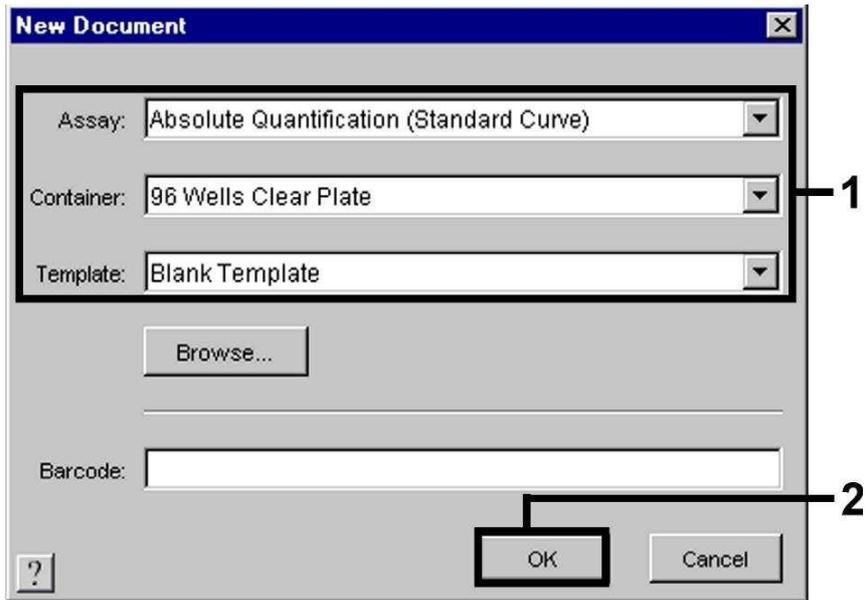

Fig. 16: Preimpostazioni per la creazione di una nuova corsa di PCR (*New Document*).
Selezionare in *ABI PRISM 7900HT SDS* la voce di menu *New* in *File* ed inserire per il nuovo documento le seguenti impostazioni di base (vedi Fig. 16). Un template precedentemente salvato (*ABI PRISM SDS Template Document [*sdt]*) è a disposizione nella lista *Template* oppure selezionandolo con la funzione *Browse* (vedi **8.5.3.5 Come salvare la corsa di PCR**). Confermare i dati inseriti (OK).